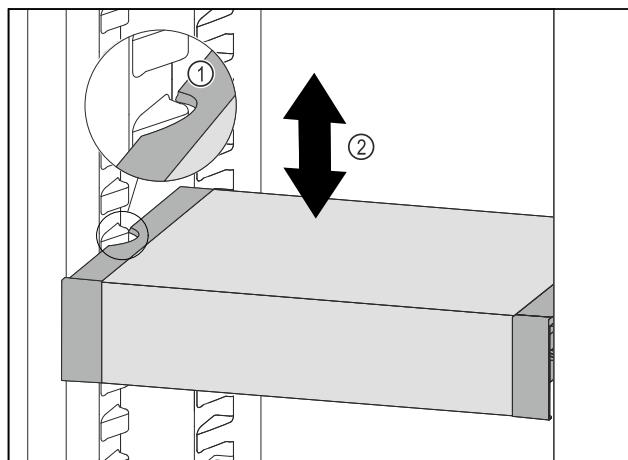

Fig. 108
- VarioSafe nach vorne ziehen, bis sich die seitlichen Aussparungen des VarioSafes auf Höhe der Behälterrippe im Kühlteil befinden. Fig. 108 (1)
- VarioSafe im Kühlteil nach oben oder unten bewegen, bis gewünschte Höhe erreicht ist. Fig. 108 (2)